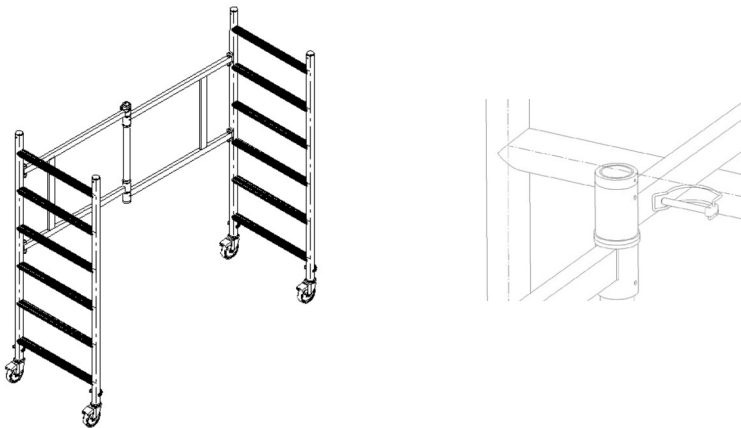

Rys. 25. Montaż bramki
2. Za pomocą kluczy zawartych w zestawie należy zamontować bramkę do drabin. Pamiętaj o zamontowaniu podkładek (Rys. 25).